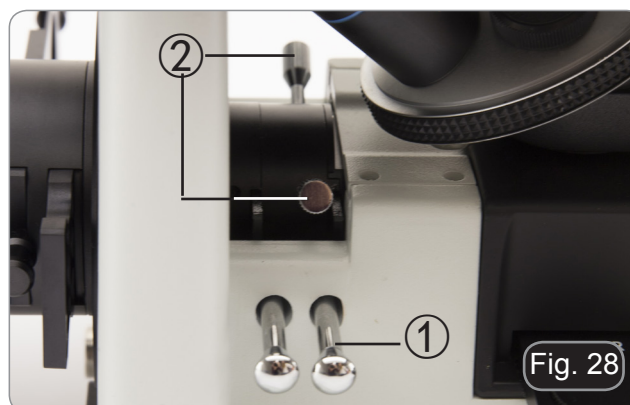

Fig. 28
2. Estrarre la leva del diaframma di campo ① per chiudere completamente il diaframma di campo. (Fig. 28)
3. Ruotare le due viti di centraggio ② per portare l'immagine del diaframma nel centro del campo visivo. (Fig. 28)